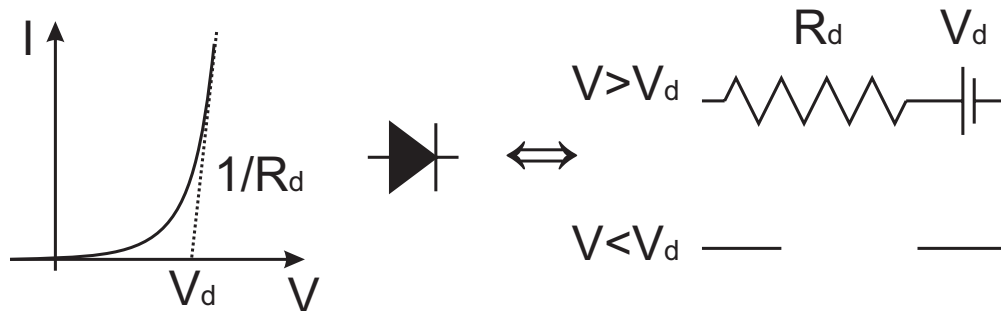

Figura 7: Aproximación de la curva del diodo por dos tramos rectos y modelo equivalente de cada uno de esos tramos.
Si trabajamos con circuitos donde aparecen diodos, el manejo de relaciones no lineales puede dar lugar a que nos encontremos con ecuaciones trascendentes, complicando el análisis de dichos circuitos. Por ello, lo que se suele hacer, cada vez que nos encontremos con un dispositivo cuya relación I-V sea no lineal, es linealizar dicha relación. En el caso del diodo la curva I-V anterior puede linealizarse de acuerdo con el modelo representado en la figura 7:
La curva exponencial se ha aproximado por dos tramos rectos. La línea recta de pendiente elevada que se observa en la figura 7 puede modelarse por un circuito eléctrico que consta de una resistencia (la inversa de la pendiente de la recta) en serie con una fuente de tensión de valor  $V_d$  (el desplazamiento respecto del origen). En el rango de tensiones aplicadas al diodo inferiores a  $V_d$  el comportamiento del dispositivo es como el de un circuito abierto (resistencia muy elevada). Para diodos de silicio un valor típico para  $V_d$  es 0.6 V.
- Si  $V_i < V_d$  hemos visto en la figura 7 que el diodo se comporta como un circuito abierto. El circuito equivalente será el que se muestra en la figura 9a. En este caso, ¿cuánto vale la tensión  $V_o$ ?